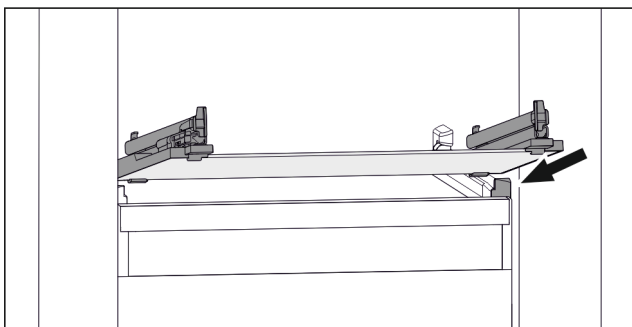

Fig. 154 Lasihyllyn esimerkinomainen kuvaus
- Aseta lasihylly vinosti rajoittimien taakse. (katso Fig. 154)